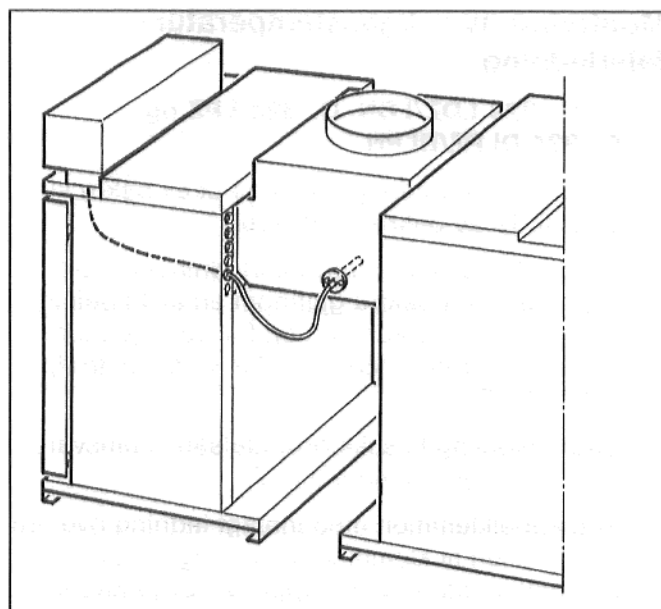

Fig. 10: G_324 LDZ/LDN
- Røkgasstemperaturføleren føres inn i strømningssikringen og festes med de to vedlagte skruene. På G_424 LZ og G_524 LDN føres føleren gjennom holderen som er montert på strømningssikringen på fabrikken. Den nøyaktige posisjonen til føleren for forskjellige kjeler vises i fig. 10 til 12.